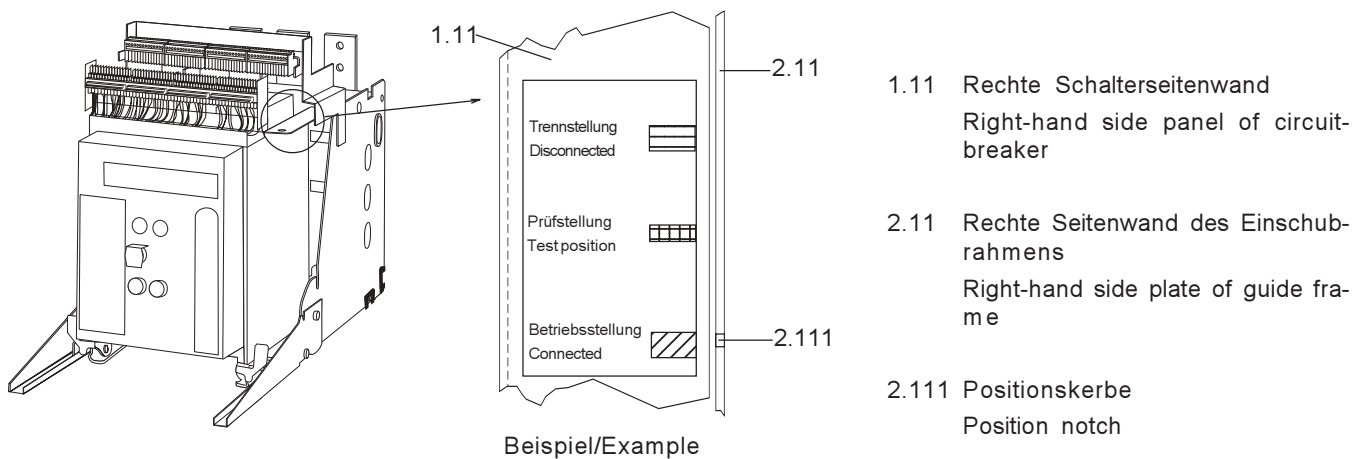

Fig. 17 Positionsanzeige bei offener Schaltschranktür, Leistungsschalter in Betriebsstellung dargestellt, (nur beim 3WN)
- Bei offener Tür werden die Schalterpositionen an der Oberseite der Schalterseitenwand annähernd angezeigt (nur beim 3WN) (Fig. 17).
- When the cubicle door is open, circuit-breaker positions are indicated approximately at the top of the right-hand side panel of the circuit-breaker (only 3WN) (Fig. 17).